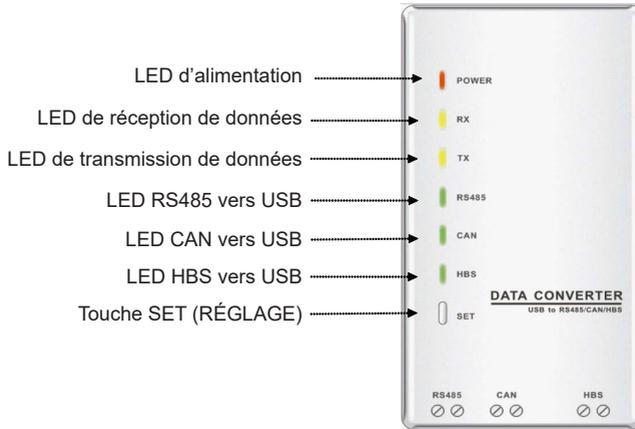

Fig.1 Vue de face du convertisseur de données
Comme indiqué dans la Fig.1, la LED rouge est le témoin LED d'alimentation. Lorsque la LED s'allume, cela indique que le convertisseur de données est mis sous tension normalement ; lorsque la LED s'éteint, cela indique que le convertisseur de données n'est pas mis sous tension ou qu'il l'est de manière incorrecte.
Comme indiqué dans la Fig.1, deux LED jaunes représentent respectivement la LED de réception de données (RX) et celle de transmission de données (TX). Lorsque le PC transmet des données au climatiseur, la LED TX clignote ; lorsque le climatiseur transmet des données au PC, la LED RX clignote.
Comme indiqué dans la Fig.1, trois LED vertes indiquent le mode de communication.